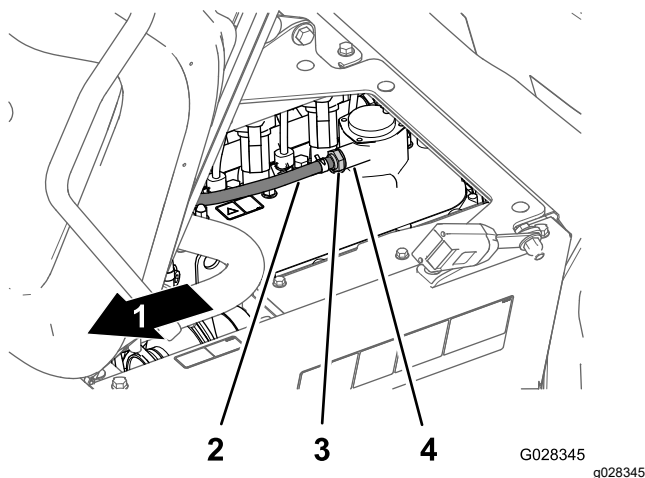

Figura 114
no está libre y no suena al sacudirse, sustituya la válvula PCV (Figura 114).
4. Introduzca la válvula PCV hasta que quede correctamente asentada en la junta del acoplamiento de la tapa de válvulas (Figura 114).
2. Retire la válvula PCV del acoplamiento de la tapa de válvulas (Figura 114).